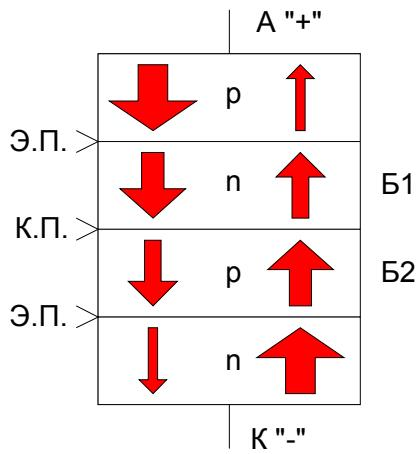

Рис. 109
1) Устройство и принцип действия динисторов. Наружная p -область и вывод от неё называется анодом (смотрите Рис. 109).